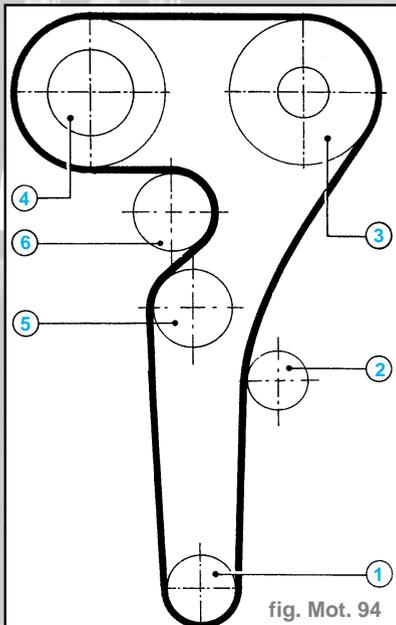

fig. Mot. 94
- Caler la courroie crantée sur le pignon de vilebrequin, déposer le verrou du volant moteur précédemment mis en place et monter l'outil 1860905000 pour le repérage du P.M.H. ; terminer la repose de la courroie en suivant l'ordre ci-après (fig. Mot. 94) :